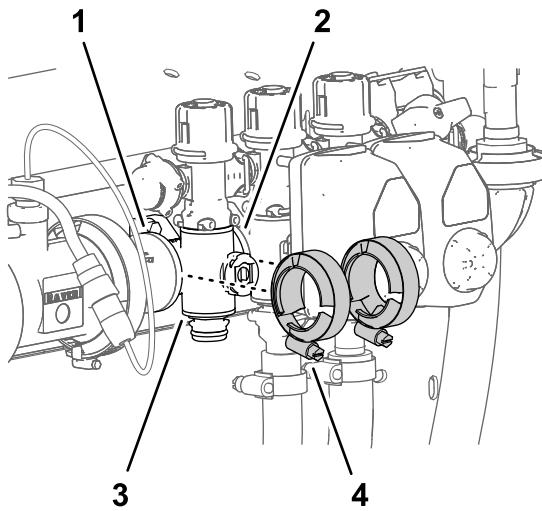

Figura 134
4. Monte provisionalmente las bridas de fijación que retiró en Retirada del distribuidor de sección \(página 95\) en las bridas del distribuidor de la válvula de sección y las bridas de las otras válvulas de sección y/o adaptadores de acoplamiento (Figura 134).
- Apriete las 2 bridas de fijación a mano (Figura 134).